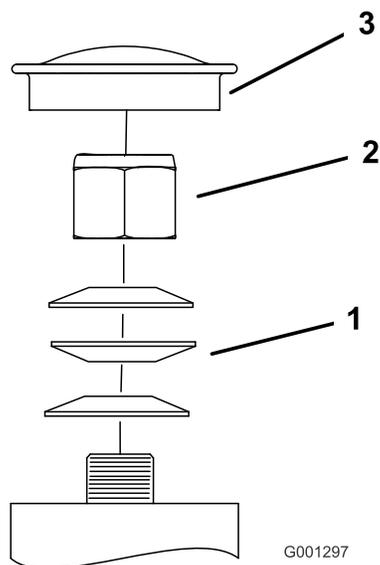

Figura 73
3. Togliete il coperchietto antipolvere dalla ruota orientabile e serrate il dado di bloccaggio (Figura 73).
4. Serrate il dado di bloccaggio finché le rondelle elastiche non sono piatte, quindi allentate di un quarto di giro per mettere a punto il precarico sui cuscinetti (Figura 73).
Importante: Verificate che le rondelle elastiche siano correttamente montate, come riportato nella **Figura 73**.
5. Montate il coperchietto antipolvere (**Figura 73**).